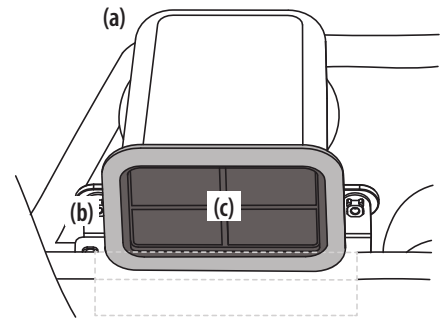

Figure 5-30
- Enlevez le joint en caoutchouc (b) autour de l'entrée d'air (a) avant de retirer le filtre (c). Voir Figure 5-30.